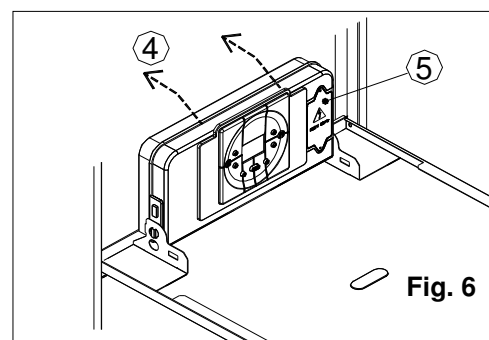

Fig. 6
- d. lever le panneau en le tournant vers le haut ④ (Fig. 6);